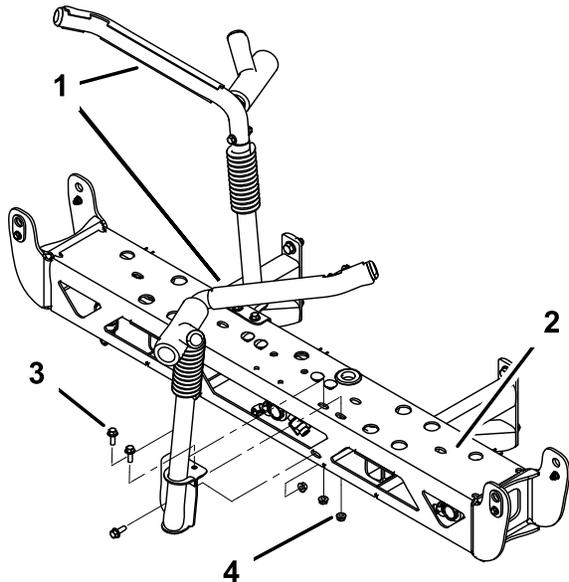

Figure 25
- Montez les berceaux de transport de rampe sur la rampe centrale à l'aide de 6 boulons (3/8 x 1-1/4 pouces) et 6 contre-écrous (3/8 pouce). Orientez-les comme illustré à la Figure 25